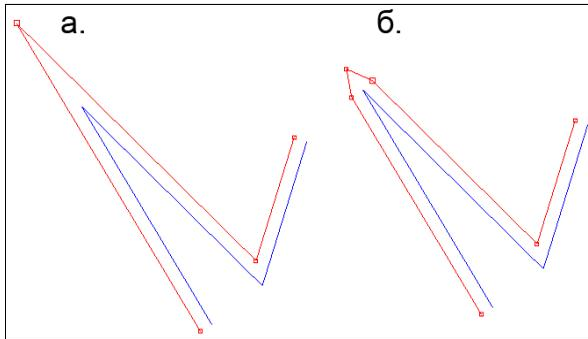

Рис. 6.5. а – ограничения на максимальную удаленность нет, б – значение Макс.удаленность точек равно 2 (радиус самой эквидистанты равен 1)
- **Максимальное расстояние** – максимальное удаление точек эквидистанты от исходного контура для варианта простой эквидистанты (рис. 6.5) в случае построения на контуре с острыми углами. Значения, меньшие 0.1, автоматически меняются на 0. При значении 0 ограничений нет.